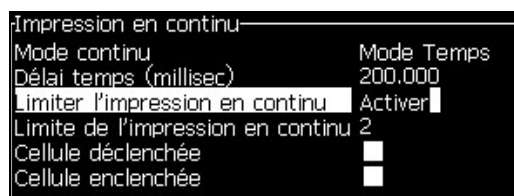

Figure 4-26: Boîte de dialogue Impression en continu
- 1 Sélectionnez *Impression en continu* dans le menu Imprimer. La boîte de dialogue *Impression en continu* apparaît (Figure 4-26).